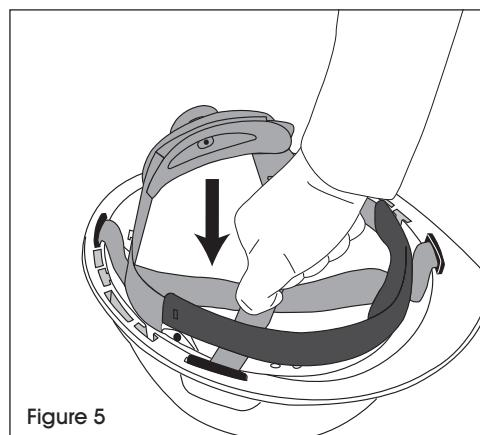

Figure 5
5. Appuyez sur la partie centrale avec votre poing pour vous assurer que toutes les attaches sont bien fixées et que la sangle est prête à être portée. (Voir Figure 5)